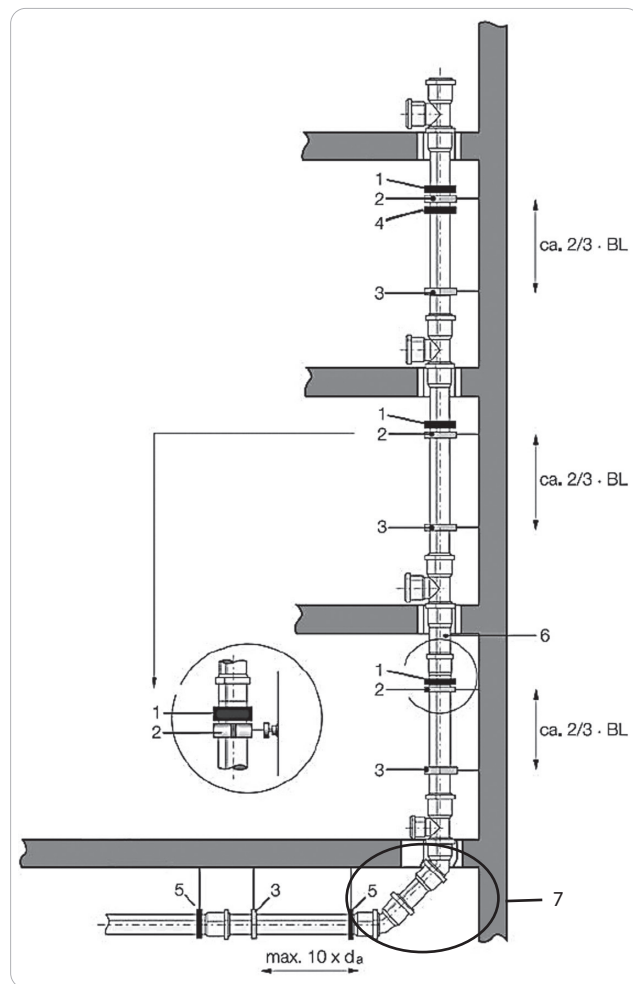

Fig. 5 Schema di installazione conduttura discendente
La fig. 5 mostra uno schema relativo al fissaggio di una conduttura discendente insonorizzata con SILENZIO PLUS.
- 1° Il passaggio dalla conduttura discendente alla conduttura di raccolta si effettua con 2 curve da 45° e un tratto di smorzamento (tubo SILENZIO PLUS da 250 mm). **Fig. 5**